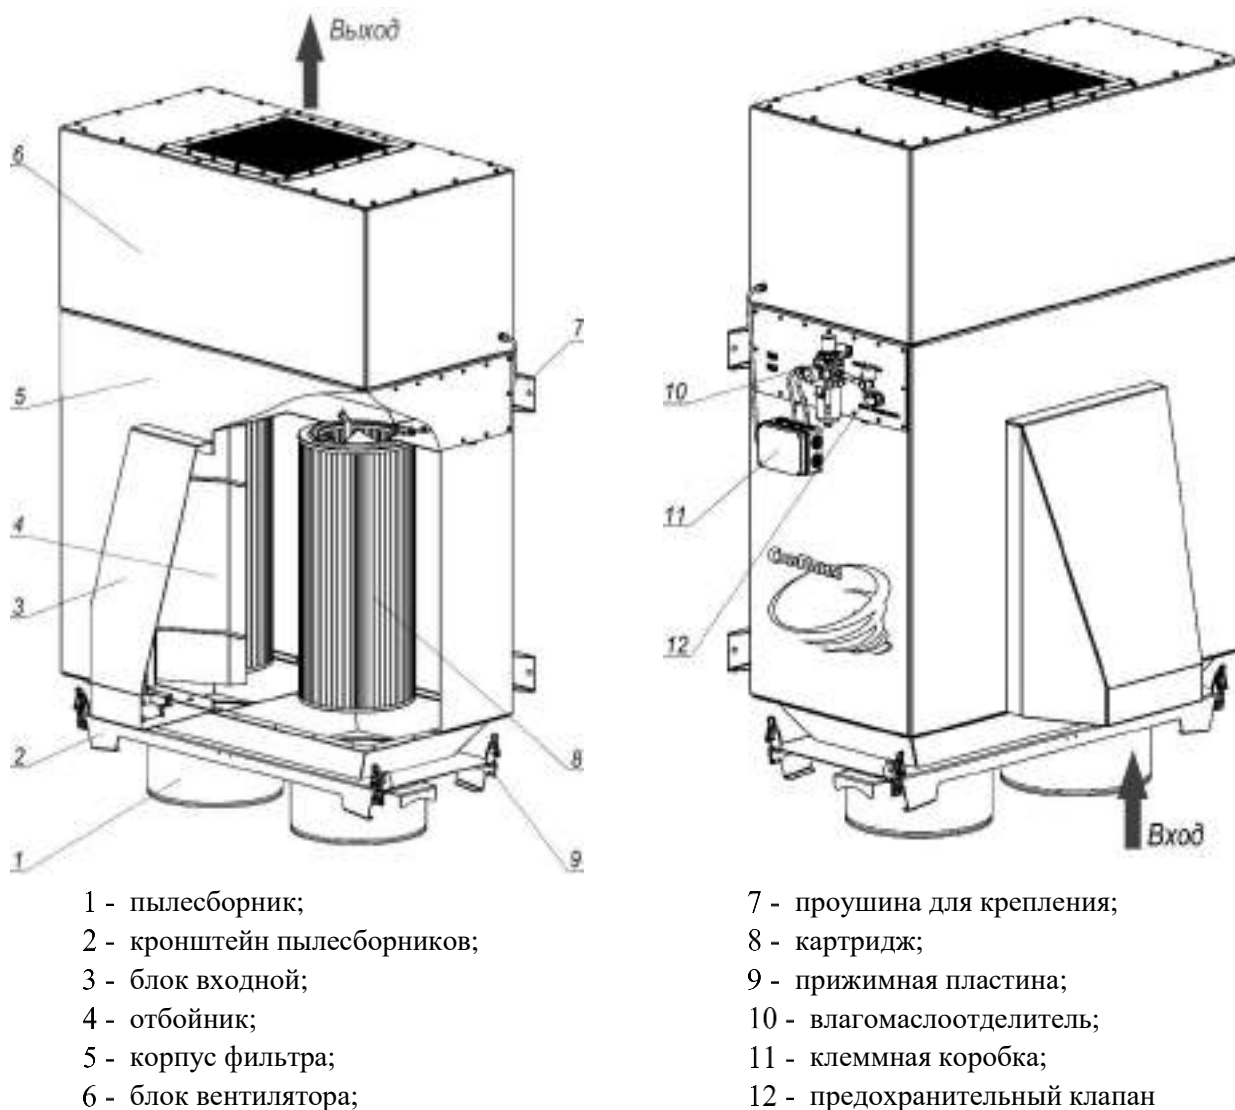

Рисунок 1
2.3.1 Воздушно-пылевой поток под действием разрежения, создаваемого встроенным вентилятором (рисунок 1, поз. 6), всасывается через воздухоприёмную воронку ВУ. Загрязнённый воздух огибает защитный экран-отбойник (поз. 4). Крупные частицы загрязнений ударяются об экран-отбойник, меняют направление движения и осыпаются вниз в пылесборник (поз. 1).